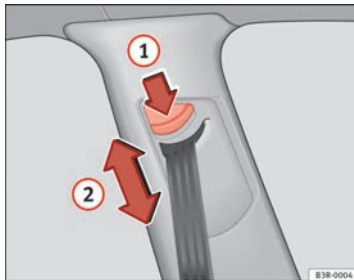

Abb. 16 Gurthöheneinstellung (Umlenkbeschlag)
- Drücken Sie die Taste ⇒ Abb. 16 (1) der Gurthöheneinstellung.
- Verschieben Sie den Umlenkbeschlag nach oben bzw. unten, bis der Schultergurtteil ungefähr über die Schultermitte – **keinesfalls über den Hals** – verläuft ⇒ Abb. 16 (2), ⇒ ⚠ in Gurtbandverlauf auf Seite 26.